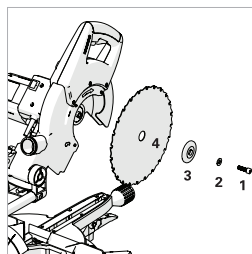

Fig. 40a
- Utilice la llave hexagonal facilitada para soltar el tornillo del eje y retirar la arandela, la brida del disco y el propio disco del eje. (**Fig. 40a**).